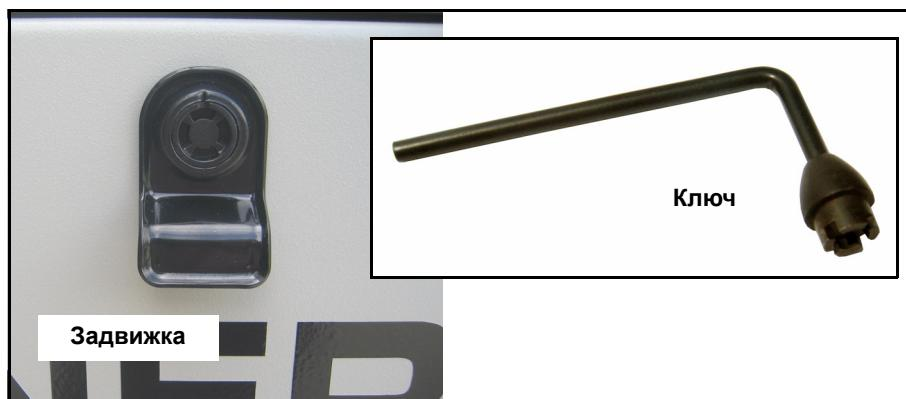

Рисунок 5-5. Ключ для съемной панели
1. Вставьте ключ в замок и поверните его на 1/2 оборота против часовой стрелки. См. Рисунок 5-5.